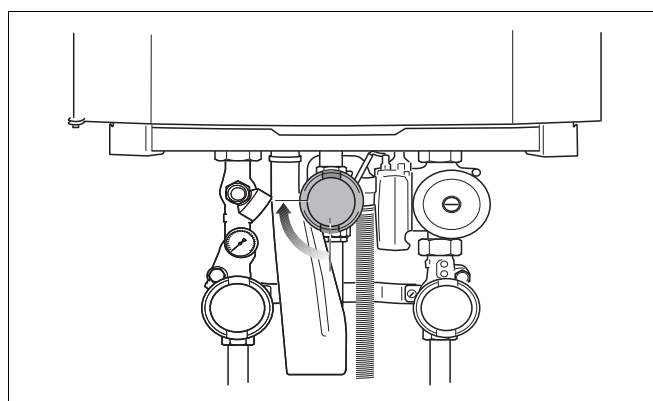

Fig. 97 Închideți robinetul de gaz
- Închideți ventilul principal de blocare sau robinetul de gaz (fig. 97).
- Închideți instalația principală de blocare sau robinetul de gaz (fig. 97).